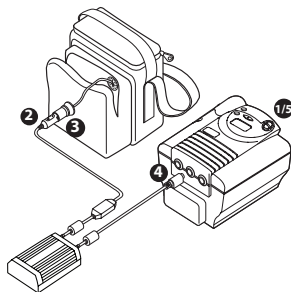

図4：新ハーモニー用DCアダプターキットの接続
2. 車輻アダプタを新ハーモニー用DCアダプターキットの入力ケーブル端に接続します。図4参照。